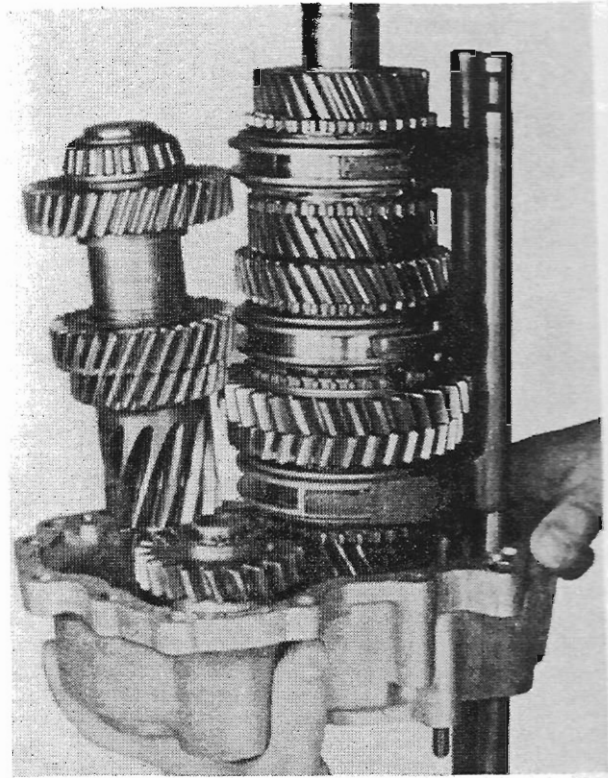

Abb. 12
1. Die 3 Schaltgabeln mit der kompletten Hauptwelle gleichmäßig aus dem Gehäusedeckel drücken (Abb. 12). Dazu muß die Vorgelegewelle etwas auf die Seite geschoben werden. Schaltgabeln von der Hauptwelle abnehmen.